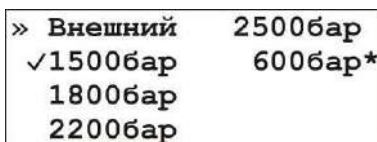

Рисунок 4.5 - Экран выбора датчика давления
3. В меню "Датчик давления" (рис. 4.5) клавишами Δ , ∇ выбрать используемый датчик давления (установить флажок) при помощи
3. В меню "Датчик давления" (рис. 4.5) клавишами Δ, ∇ выбрать пользовательский датчик давления и нажать клавишу \checkmark .